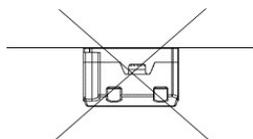

図3
- ・ 本製品を天井付けしないでください。壁付けは可。(図3)